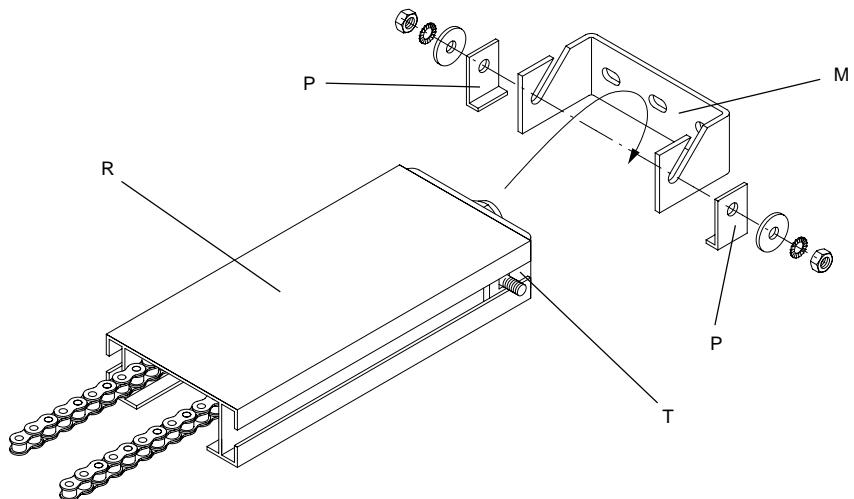
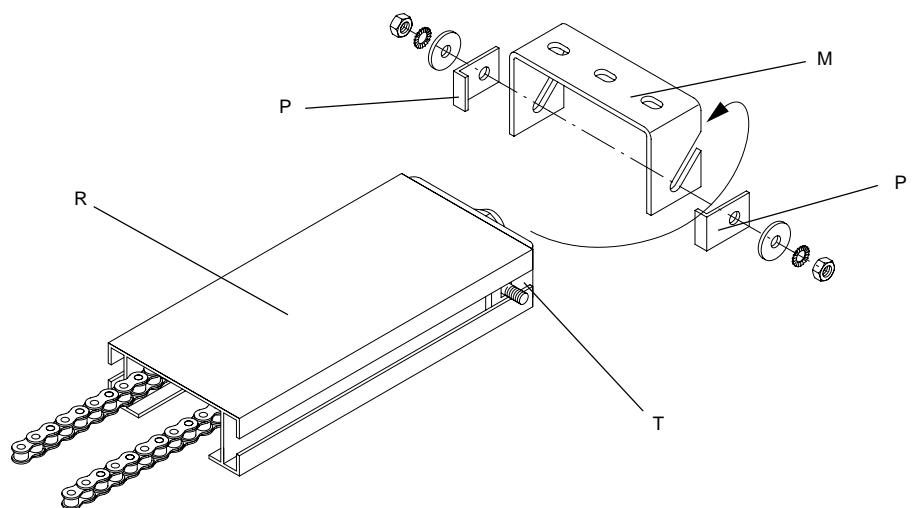

Fig.9
Fig.10
4.1 Fissare la staffa M sull'architrave o sul soffitto il più vicino possibile alla porta secondo indicazioni di figg. 9 e 10. Notare la posizione delle piastrine di sicurezza P. **N.B.:** Nel caso di montaggio secondo fig. 10 lo spazio min. tra porta e soffitto deve essere di 75 mm.
4.1 Fix the flask M to the lintel or to the ceiling as closest as possible to the door as per indications given in fig. 9 and 10. Note the position of the safety plates P. **P.N.** In case the assembling is made to fig. 10, the min. space between door and ceiling must be 75 mm.
4.1 Bügel M am Sturz oder an der Decke, möglichst nah dem Tor, nach den Angaben auf das Bild 9 und 10 befestigen. Beachten Sie die Lage der Sichereitsplättchen P! **Anmerkung.** Bei Montage nach Bild 10 muß der Mindestabstand zwischen Tor und Decke 75 mm betragen.
4.1 Fixer la patte M sur le linteau ou sur le plafond, le plus près possible de la porte selon les indications des fig. 9 et 10. Noter la position des plaques de sécurité P. **N.B.** Dans le cas d'un montage selon la fig. 10, l'espace minimum entre la porte et le plafond doit être de 75 mm.
4.1 Fijar la placa M sobre el dintel o sobre el techo lo más cerca posible de la puerta según las indicaciones de las fig. 9 y 10. Comprobar la posición de las plaquitas de seguridad P. **NOTA:** En el caso del montaje según la fig. 9 el espacio mínimo entre la puerta y el techo debe ser de 75 mm.